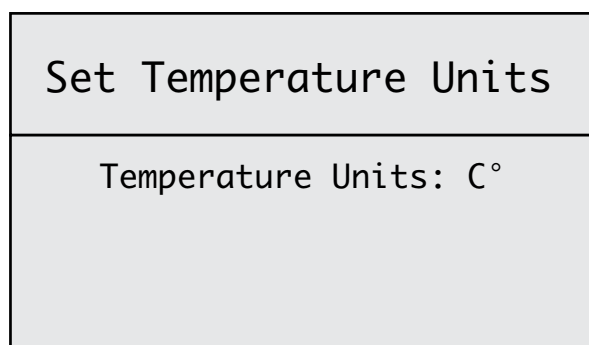

Figure 25
2. À l'aide du bouton FLÈCHE BAS, aller à l'option 3 : « Set Temperature Units » (Réglage des unités de température). Appuyer de nouveau sur ENTRER pour aller dans l'écran « Set Temperature Units ». **VOIR FIGURE 25.**